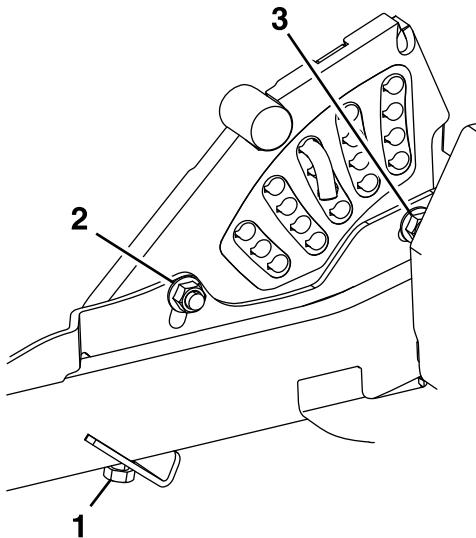

Figura 77
7. Si la carcasa está demasiado baja, apriete el perno del ajuste de un solo punto girándolo en el sentido de las agujas del reloj (Figura 77).